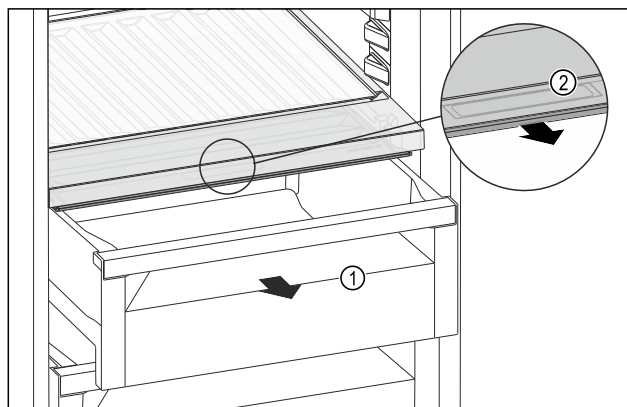

Fig. 156
- ▶ Schuifvak Fig. 156 (1) uittrekken.
- ▶ Greeplijst Fig. 156 (2) op het vakdeksel vastpakken en het vakdeksel gelijktijdig naar voren trekken.